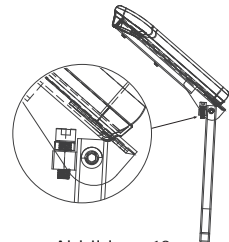

Abbildung 13
3. Durch Anheben der Schrauben wird die Armlehne angehoben; durch Absenken der Schrauben wird die Armlehne abgesenkt (siehe Abbildung 13).